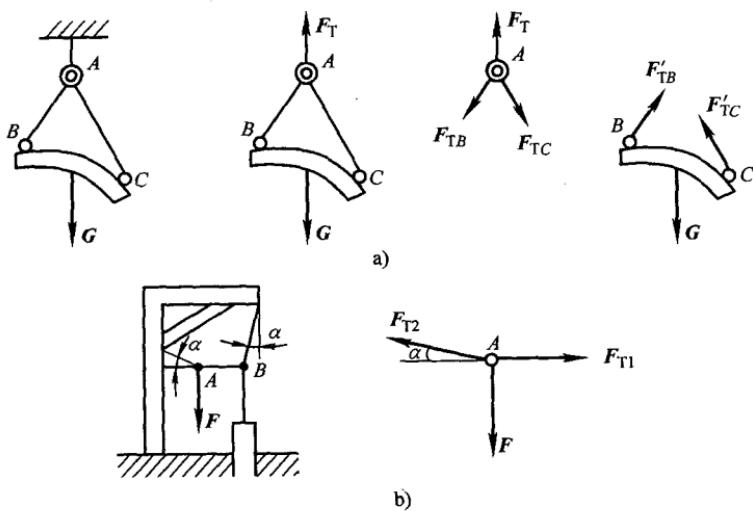

图 1-6 柔索
**1-6** 试画出图 1-6 所示受柔性约束物体的受力图。